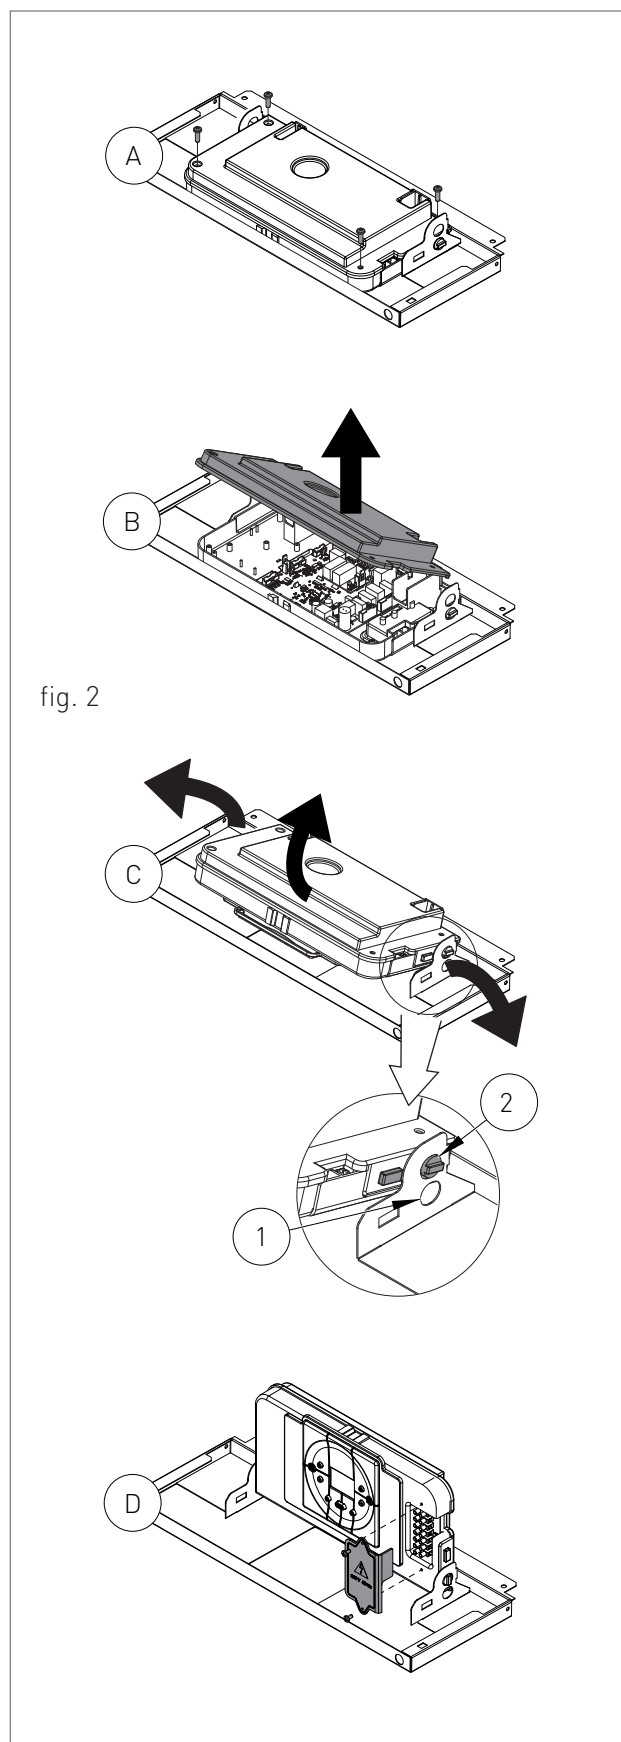

fig. 2
- > svitare le quattro viti di fissaggio (vedi A - fig. 2);
- > rimuovere il carter verso l'alto (vedi B - fig. 2).
- > Afferrare contemporaneamente le staffe di supporto del pannello comandi (vedi C - fig. 2) allargandole e spostare il pannello comandi dalla posizione '1' alla posizione '2' (vedi dettaglio, C - fig. 2);
- > svitare le due viti e rimuovere il piastrino (vedi D - fig. 2).
- › collegare un tubo flessibile al rubinetto di scarico del boiler 'RB' (fig.2) e collocare l'altra estremità del tubo flessibile ad un adeguato scarico;
- › ruotare il rubinetto di scarico del boiler 'RB' (fig.2);
- › ad operazione terminata, chiudere il rubinetto di scarico del boiler 'RB' (fig.2) e tutti i rubinetti di erogazione precedentemente aperti.